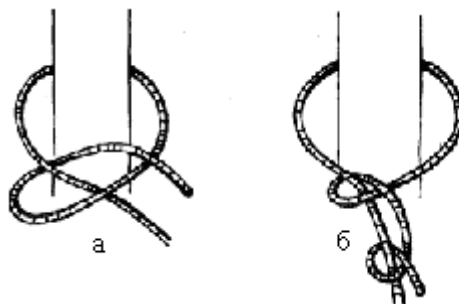

Рис. 12. Вузол "Штик"
**Завдання 12.** Навчитися в'язати вузли для прив'язування до опори: штик (рис.12.).